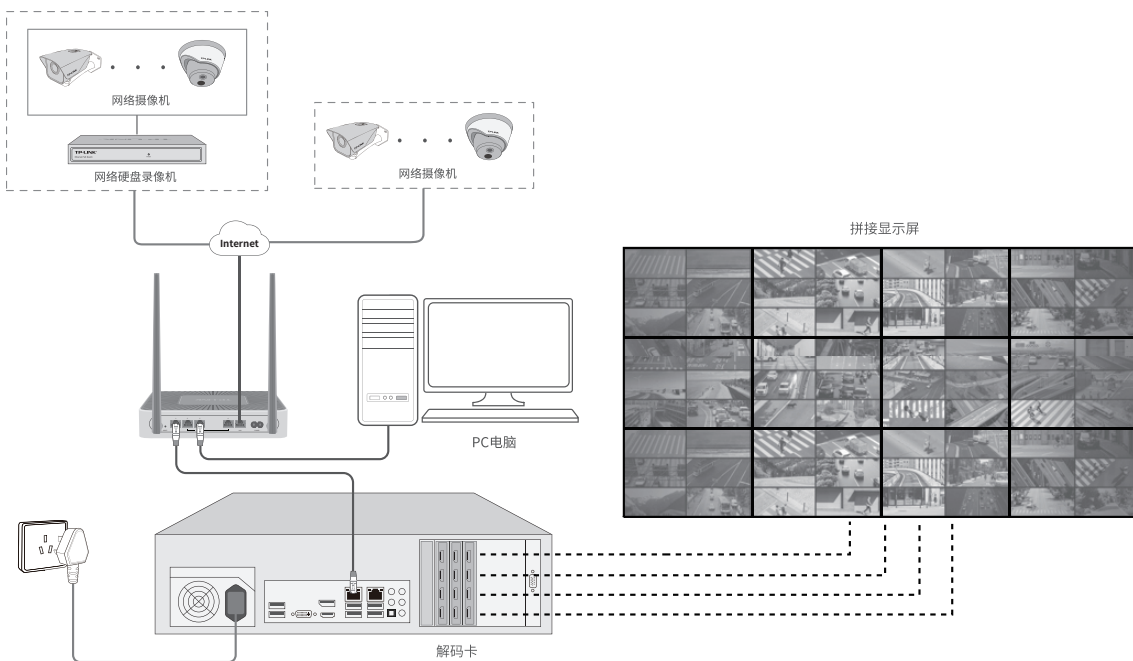

图3-5 设备连接示意图
本机具有VMS管理、流媒体转发以及解码上墙等功能, 可参考图3-5连接设备。
1. 确保视频存储管理服务器已正确连接到电源及其它设备，连接方式可参考图3-5;